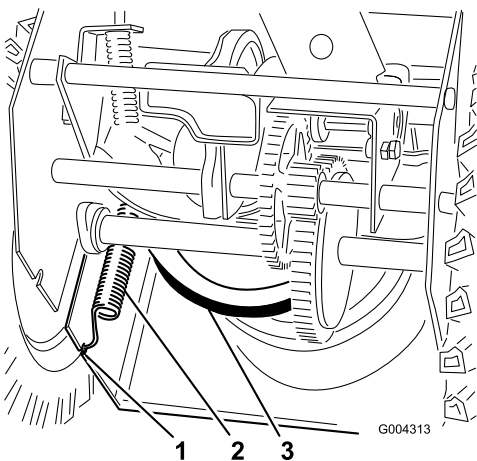

Рисунок 32
7. Отсоедините пружину от выреза в нижней кромке боковой стенки (Рисунок 32).
13. Зацепите пружину за вырез в нижней кромке боковой стенки (Рисунок 32).